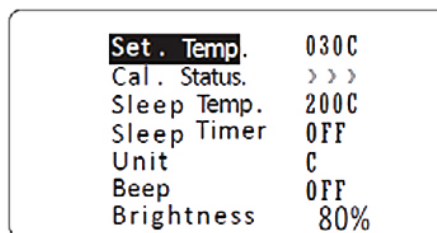

Рис. 8
6.3.4. Когда в строке статуса показывается «>>>>» (рис. 8.), это означает, что значение реальной температуры «RealTemp.» было откалибровано до максимального и больше не может увеличиваться, но можно уменьшить значение реальной температуры.